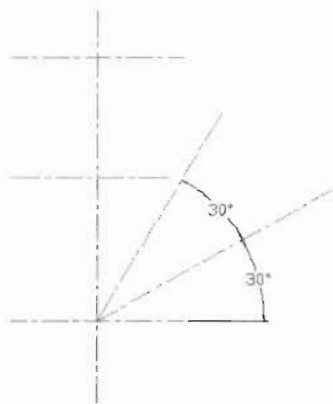

图 3-157
(5) 选择辅助线最下面的交点为起点, 绘制与水平辅助线呈 30° 和 60° 夹角的辅助线, 命令执行过程如下, 绘制结果如图 3-157 所示。